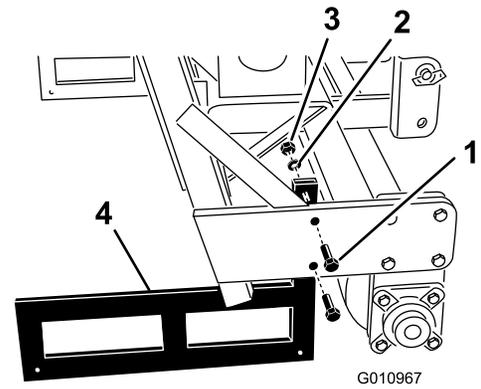

Figura 32
2. Rimuovete i bulloni e i dadi che fissano i supporti di rimessaggio su entrambi i lati dell'arieggiatore (Figura 32).